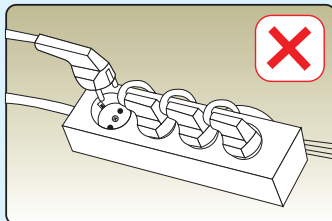

РИСУНОК 11
- Запрещается вдевать вилку в мультирозетку и использовать удлинитель (Рисунок 11)